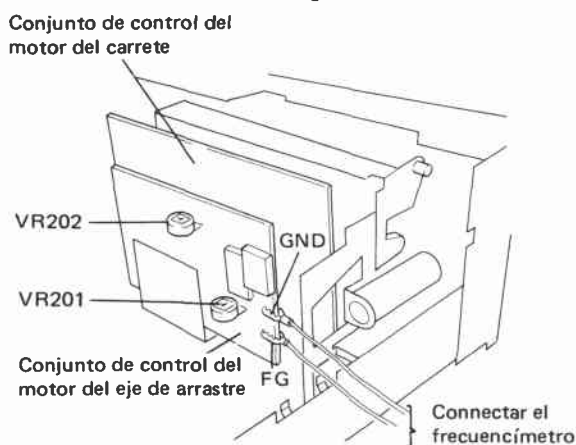

Fig. 11-5 Ajuste de la velocidad de rotación en los modos de FF y REW
1. Conectar un frecuencímetro entre el FG del conjunto de control del motor del carrete y GND (Fig. 11-5).
3. Ajustar el VR201 de modo que el par de torsión de arrastre esté dentro del margen de $45 \pm 5 \text{ g-cm}$ (Fig. 11-5).